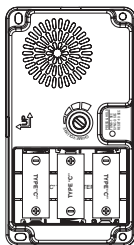

Figure 2
2. Insérez 3 piles alcalines C (non incluses) dans la base de carillon. Assurez-vous que les piles sont insérées conformément au diagramme situé à l'intérieur du carillon (voir la Figure 2).